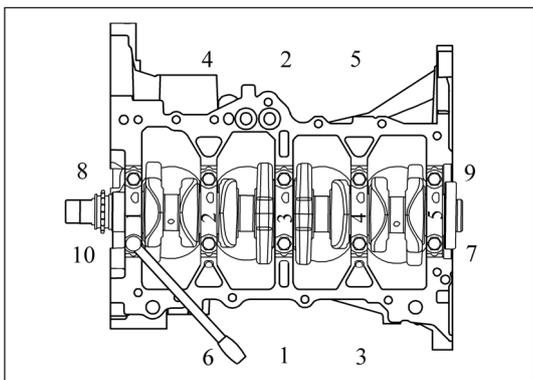

Рис. 13-3-19. Очередность затягивания болтов крышек коренных подшипников
- в) При установке крышек коренных подшипников нужно не перепутать их, необходимо обращать внимание на номер крышки и на метку «Forward» («Перед»), см. Рис. 13-3-19.
- г) При установке болтов крышек коренных подшипников ($M10 \times 70,5$), их следует затягивать за два прохода в очередности, указанной на Рис. 13-3-19; при затягивании болтов категорически запрещается проворачивать коленчатый вал.